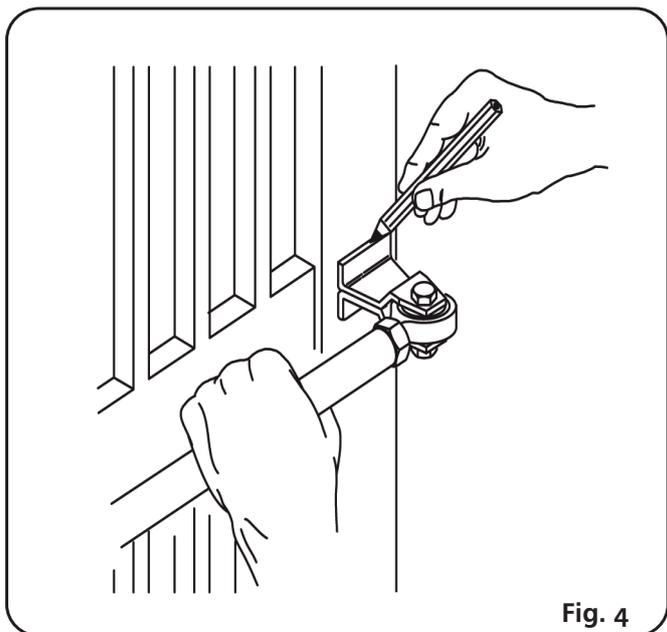

Fig. 4
G) Monte el empalme anterior en el vástago(fig. 4).
H) Cierre la hoja de la cancela y, manteniendo el operador perfectamente horizontal, halle en la hoja la posición del empalme anterior (fig. 4).